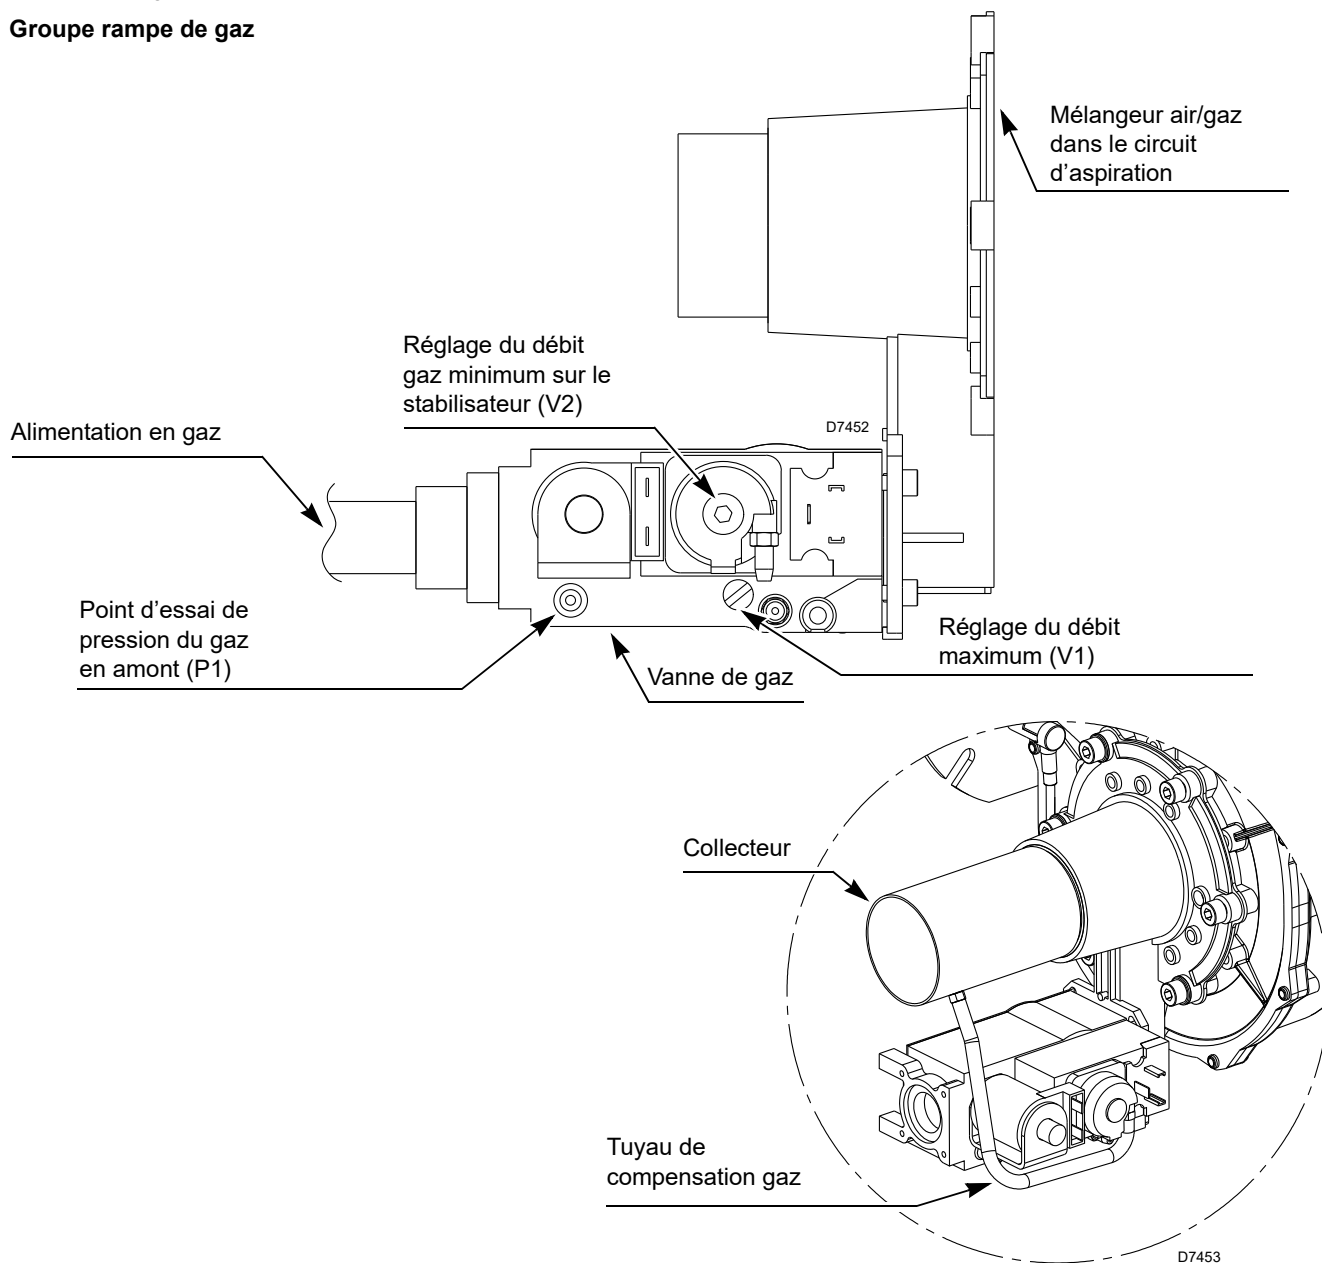

Fig. 16
Mélangeur air/gaz Fig. 16
- purger l'air du tuyau de gaz à l'aide de la vis sur la prise du point d'essai de pression de gaz (P1) (Fig. 16 à la page 22) ;